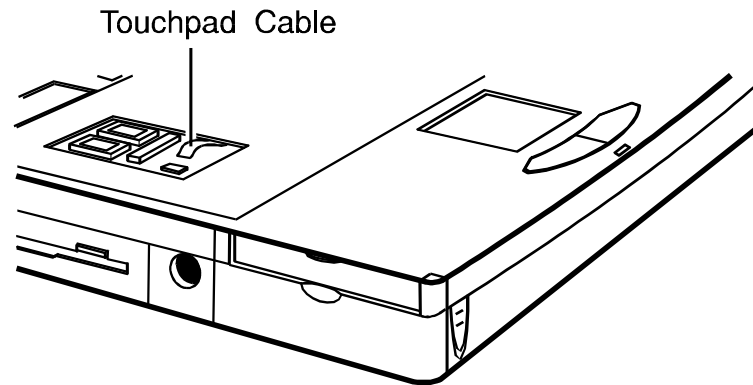

FIGURE 7-33. UNPLUGGING THE TOUCHPAD CABLE
3. UNPLUG THE TOUCHPAD CONNECTOR FROM THE SYSTEM BOARD. (SEE FIGURE 7-33 LATER).
11. RECONNECT THE TOUCHPAD CONNECTOR TO THE SYSTEM BOARD. (SEE FIGURE 7-33 LATER).